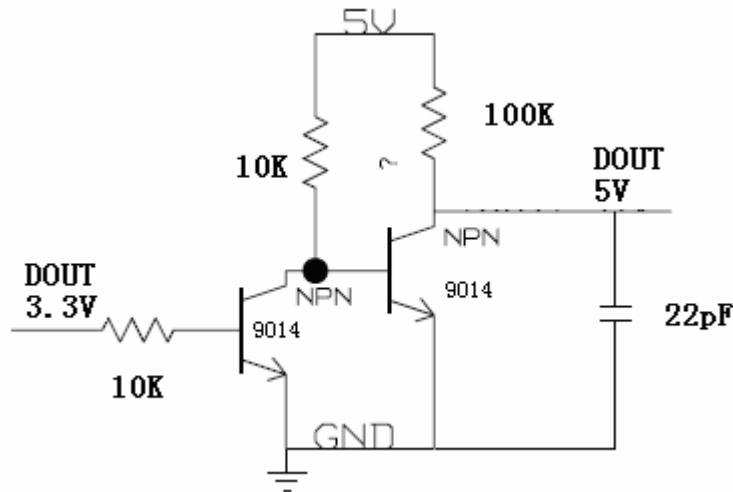

图 5
- **3.3V 转 5V** 也可采用两级三极管反相电路（如图 5）而不用软件取反。